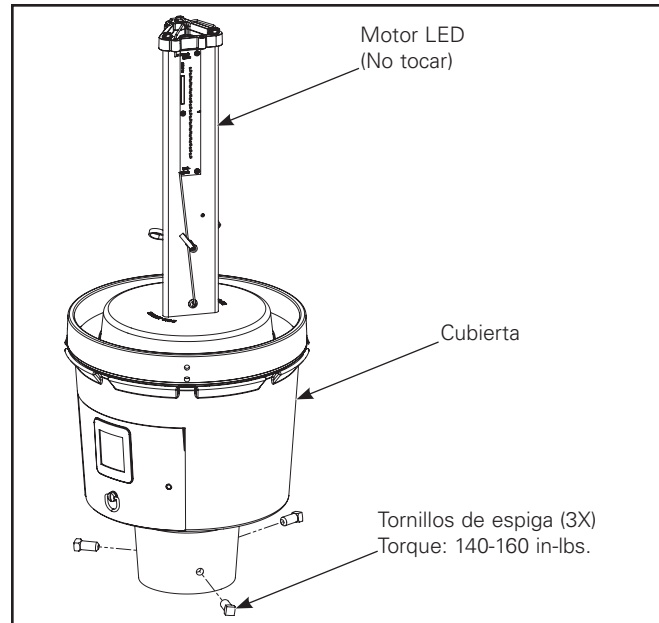

Figura 2.
3. Coloque la luminaria en el poste y gírela hasta que el "LADO DE LA CALLE" esté orientado hacia la calle o en la posición deseada. Apriete los tres pernos de cabeza cuadrada a 140-160 in-lbs. (Figura 2.)